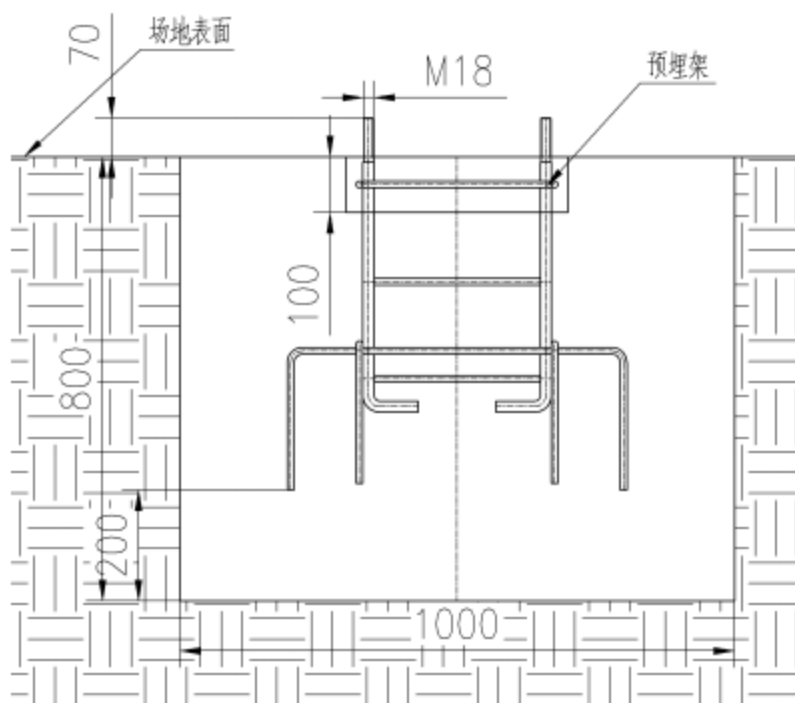

图4
3) 将预埋架放入混凝土地基坑中（如图4），保证预埋架与场地表面垂直，预埋架埋入尺寸如图4所示；（注：注意器材的安装方向由预埋架的放置